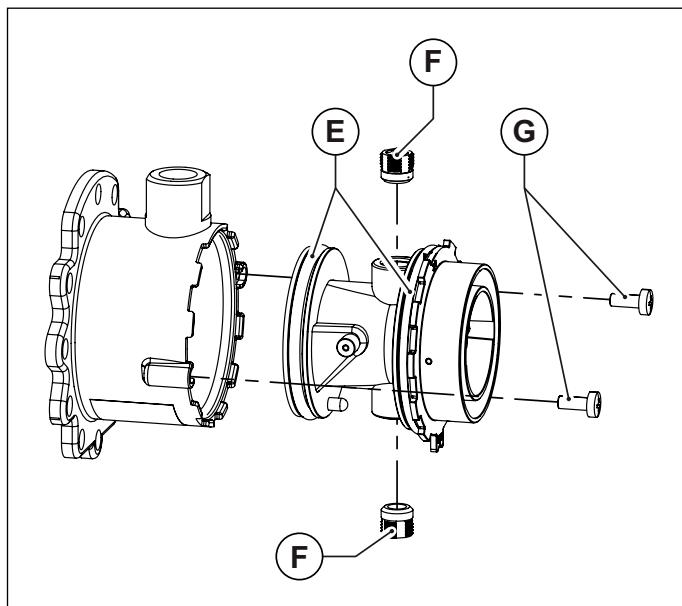
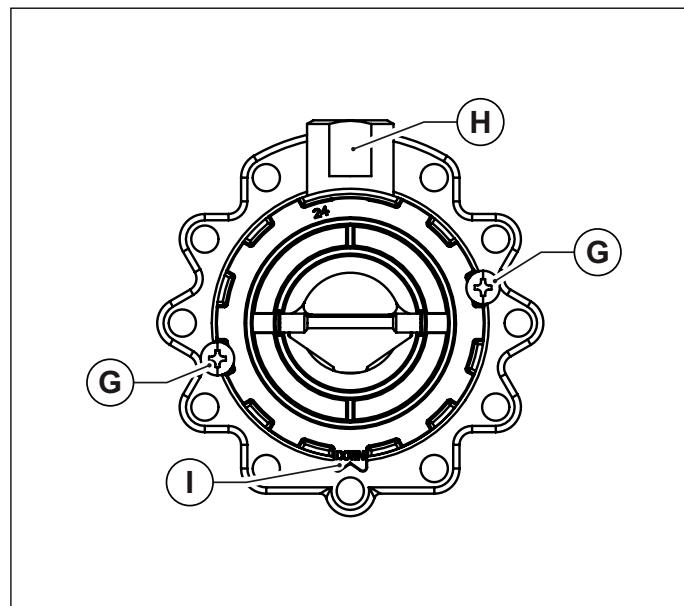

Fig. 37 Corpul din plastic al amestecătorului
Fig. 38 Orientare pentru montaj
- Desfaceți corpul din plastic al amestecătorului, deșurubând cele două șuruburi de fixare (vezi Fig. 37 Corpul din plastic al amestecătorului).
- Desfaceți cele două duze ale amestecătorului utilizând o cheie cu imbus de 6 mm (vezi Fig. 37 Corpul din plastic al amestecătorului).
- Montați din nou corpul din plastic (Venturi) introducându-l în amestecător și înșurubând șuruburile de fixare, având grija să nu deteriorați garniturile inelare montate la extremitățile corpului din plastic (vezi Fig. 37 Corpul din plastic al amestecătorului) și să respectați orientarea montajului (vezi Fig. 38 Orientare pentru montaj).
- Montați amestecătorul reasamblat la ventilator cu șuruburile cu imbus, având grija să repoziționați între amestecător și ventilator, garnitura inelară de etanșare (vezi Fig. 37 Corpul din plastic al amestecătorului).
- Montați din nou corpul din plastic (Venturi) introducându-l în amestecător și însurubând șuruburile de fixare, având grijă să nu deteriorați garniturile inelare montate la extremitățile corpului din plastic (vezi Fig. 37 Corpul din plastic al amestecătorului) și să respectați orientarea montajului (vezi Fig. 38 Orientare pentru montaj).
- Montați amestecătorul reasamblat la ventilator cu șuruburile cu imbus, având grijă să repoziționați între amestecător și ventilator, garnitura inelară de etanșare (vezi Fig. 37 Corpul din plastic al amestecătorului).